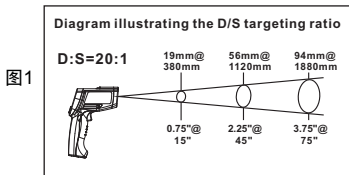

图1
- 1、使用本机测量温度时, 要注意考虑距离与测量区域大小之间的比率(简称物距比)。当本机与被测物体的距离增大时, 测量区域也会相应增大。(本机物距比为20:1, 见图1), ***本机配有定位激光用于瞄准被测物体表面。